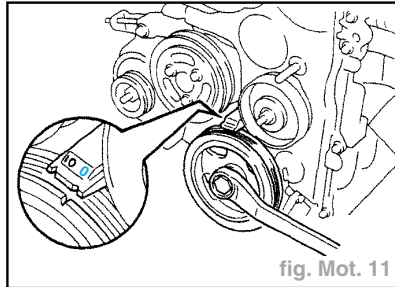

fig. Mot. 11
- Aligner l'encoche de la poulie du vilebrequin sur le repère de distribution "0" du carter de la chaîne de distribution (fig. Mot. 11).